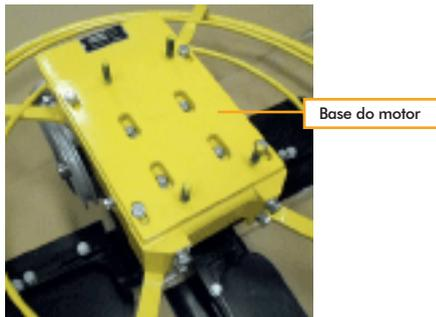

Fig. 1
5.1. Posicionar a base do motor sobre alisadora, colocar os parafusos e apertar (Fig. 1 e 2):